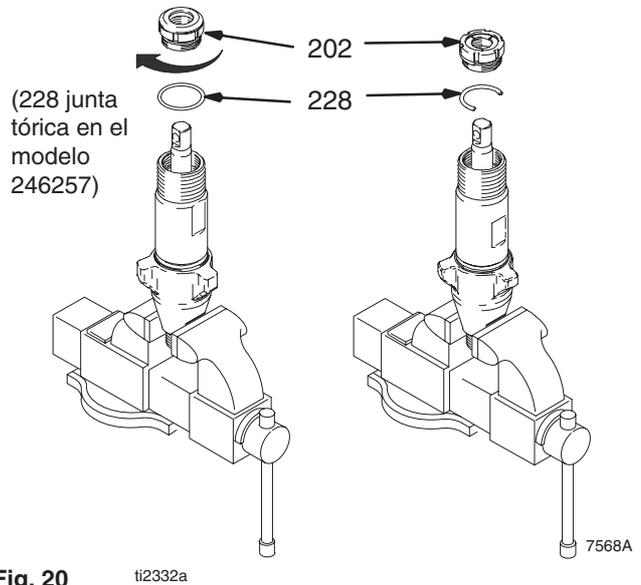

Fig. 20
Fig. 20. Apriete la junta y la tuerca prensaestopas (202) contra el espaciador de ajuste del cuello (228) a un par de 135 +/- 13 N.m (102 +/- 7 N.m para el modelo 246257).